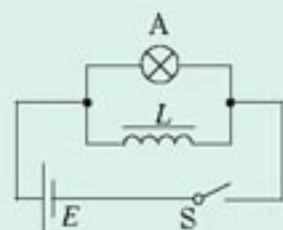

图4.6-4 开关断开时观察灯泡的亮度
按图 4.6-4 连接电路。先闭合开关使灯泡发光，然后断开开关。注意观察开关断开时灯泡的亮度。
2. 将线圈  $L$  与电阻  $R$  并联后接到电池的两端（电路与图 4.6-4 相仿），可以看到，开关断开前后通过电阻  $R$  的电流方向不同。
**磁场的能量** 在图 4.6-4 的实验中，开关断开后，灯泡的发光还能维持一小段时间，有时甚至会比开关断开之前更亮。这时灯泡的能量是从哪里来的？